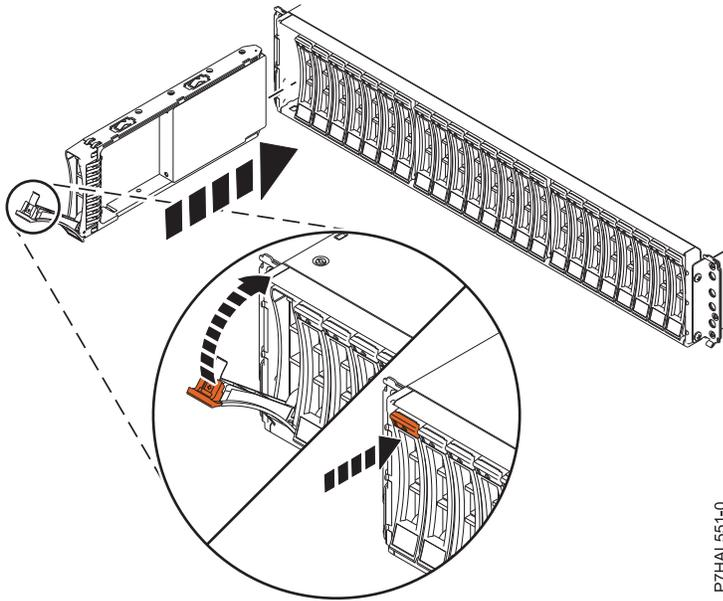

Figure 37. Remise en place d'une unité de disque dans le boîtier d'unité de disque
3. Avec la poignée en position déverrouillée, comme illustré à la figure 37, à la page 39, maintenez l'unité par le dessous pour l'aligner avec les rails de guidage dans l'unité d'extension.
8. Verrouillez l'unité en faisant tourner la poignée de la baie (A) dans la direction indiquée. figure 37, à la page 39.